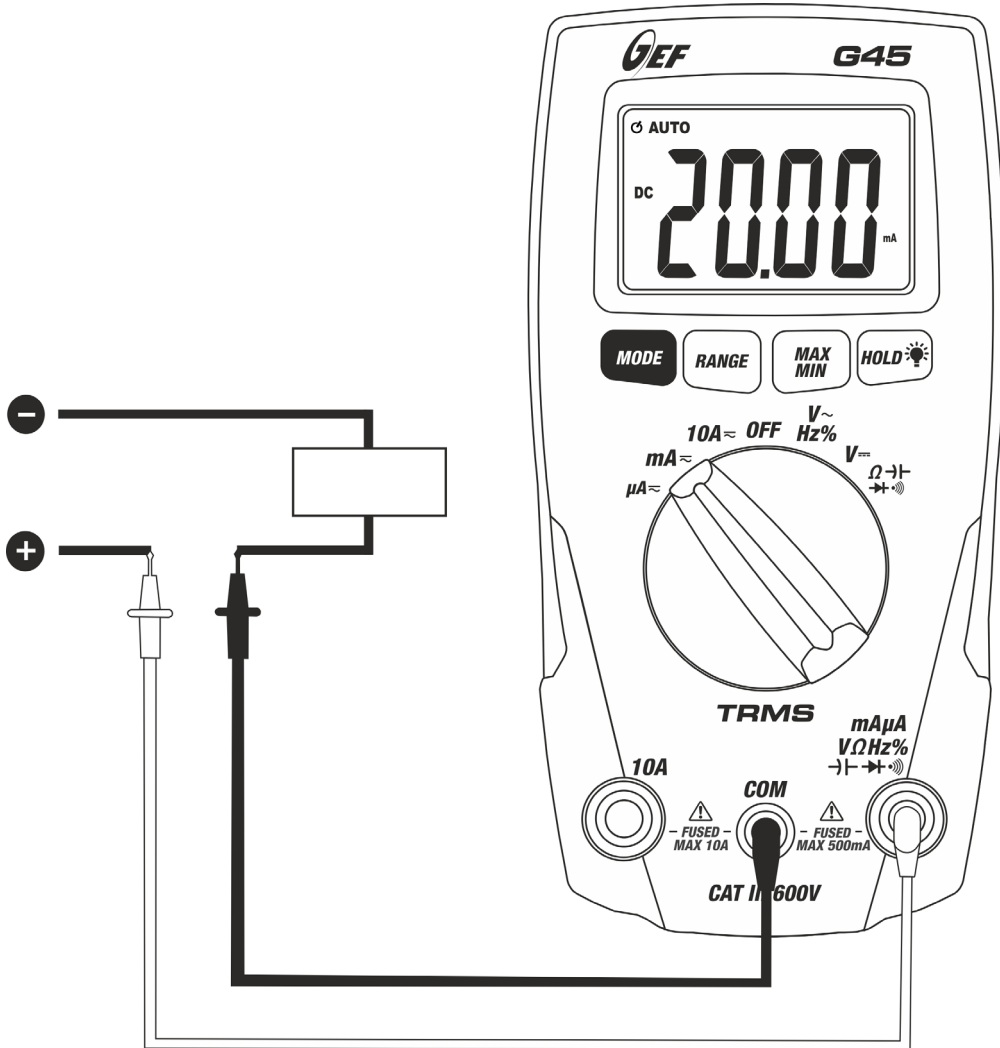

Fig. 8: Uso del instrumento para medida de Corriente CC
5. Conecte la punta roja y la punta negra en serie al circuito del que se quiere medir la corriente respetando la polaridad y el sentido de la corriente (vea Fig. 8).
8. La visualización del símbolo “-” en el visualizador del instrumento indica que la corriente tiene sentido opuesto respecto a la conexión de Fig. 8.